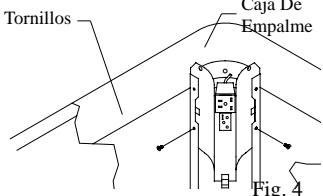

Fig. 4
- Quite la caja de empalme.** La caja de empalme se encuentra en el rincón superior del interior del enfriador. Quite los dos tornillos de la caja y quite la caja de empalme (fig. 4). Deslice las tomacorrientes a la ranura de la caja de empalme.